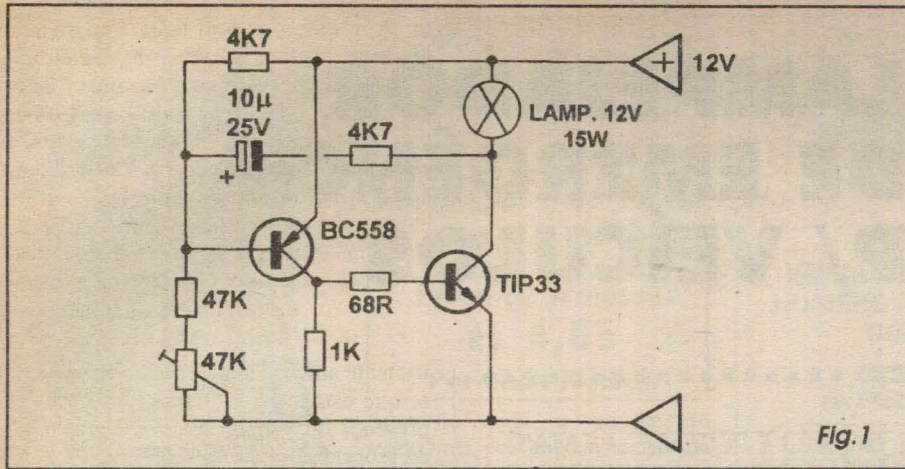

Fig. 1
- FIG. 1 - DIAGRAMA ESQUEMÁTICO DO CIRCUITO - Nada mais do que um simples oscilador com saída de alta potência, estruturado como um *flip-flop* baseado em dois transistores complementares (um PNP de baixa potência, BC558, e um NPN de alta, TIP33...). Na verdade, tecnicamente, o arranjo não deveria ser chamado de...*flip-flop* (um nome onomatopáico que surgiu no tempo dos multivibradores a relês, e que traduzia exatamente o som dos contatos dos ditos relês, alternadamente *fechando e abrindo* ao sabor da frequência de funcionamento do circuito...), já que neste os *estados (ligado/desligado)* dos transistores é que se mostram complementares: um saturado e outro cortado (ou vice-versa). Num multivibrador baseado em *transistores complementares* (como é o caso do circuito do LEV...), *ambos* os ditos transistores são *ligados* ou *desligados* simultaneamente, num sistema de acoplamento direto para C.C. que sempre simplifica bastante o arranjo, reduzindo o número de peças... Entretanto, assim como ocorre num astável em *flip-flop* convencional (simétrico), as realimentações se dão de *coletor para base*, de cada um dos transistores envolvidos para o *outro*... No circuito, a frequência básica é determinada pelos valores da rede RC estabelecida entre o *coletor* do TIP33 e a *base* do BC558 (capacitor de 10u e resistor de 4K7...), situando-se em torno de 3 Hz (mas podendo ser alterada dentro de certos limites, pela modificação experimental justamente dos valores desses dois componentes...). No *outro caminho* de realimentação, um simples resistor de 68R leva a polarização do *coletor* do BC558 (*carregado* por um resistor de 1K...) para a *base* do TIP33, com o baixo valor resistivo permitindo suficiente corrente de *base* para que no *coletor* do transistor de potência possamos acionar diretamente uma lâmpada de boa potência (15W) sem pro-